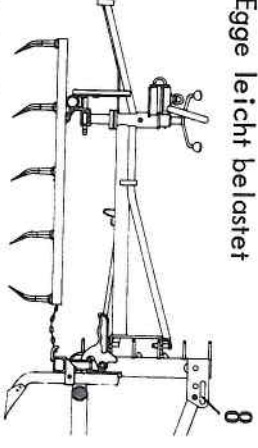

Abb. 38
- c) Starke Belastung (Abb. 38)